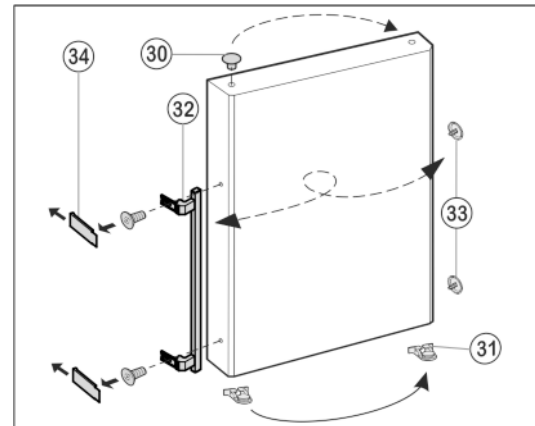

Fig. 11
- ▶ Stopfen Fig. 11 (30) aus der Tür Lagerbuchse herausheben und umsetzen.
- ▶ Türgriff Fig. 11 (32), Stopfen Fig. 11 (33) und Druckplatten\* Fig. 11 (34) abmontieren und auf die Gegenseite umsetzen.